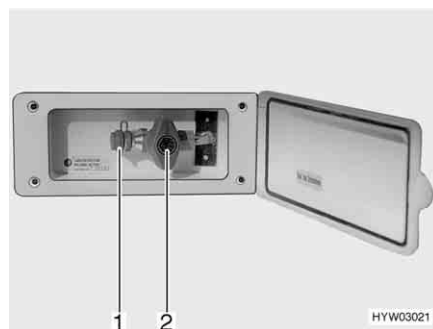

Bild 100 Extern gasanslutning, gasavstängningsventilen stängd
Den externa gasanslutningen (Bild 100) befinner sig, beroende på modell, på fordonets bakdel eller på fordonets vänstra resp. högra sida.
- Anslut den externa gasapparaten till anslutningar (Bild 100,1).
- Öppna gasavstängningsventilen (Bild 100,2).